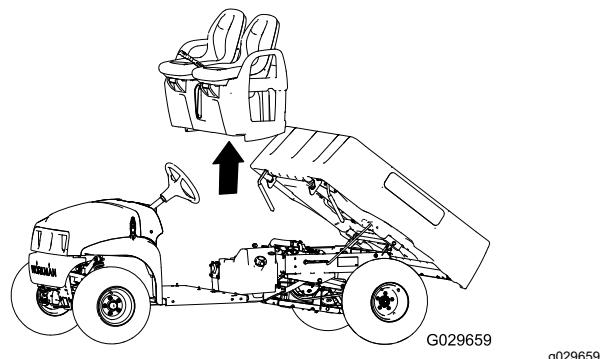

**Рисунок 41**
- В нижней части автомобиля удалите 8 болтов с фланцевыми головками и 8 шайб, которые крепят основание сиденья к панели пола и заднему швеллеру кабины (Рисунок 41).
- Осторожно поднимите сиденья, основание сиденья и тросы стояночного тормоза с автомобиля (Рисунок 41).
1. Поднимите сиденья и основание сиденья для установки на автомобиль и совместите тормозные тросы с ходовой частью (Рисунок 41 и Рисунок 42).
2. Совместите отверстия в основании сиденья с отверстиями в панели пола и заднем швейцаре кабины (Рисунок 41 и Рисунок 42).